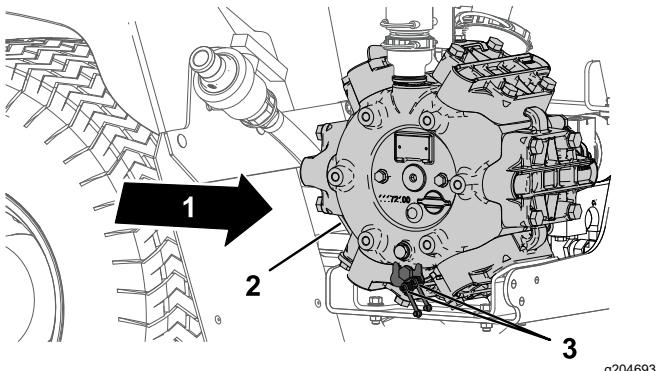

图 70
1. 将2个远距离黄油嘴擦拭干净 图70。
2. 用黄油枪将润滑脂打入到远距离黄油嘴 图70。